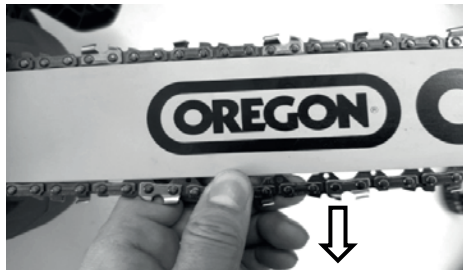

Рис. 7. Схема перевірки натягу ланцюга.
2. Візьміться рукою за нижню частину ланцюга та потягніть його вниз – направляючі ланки ланцюга не мають бути виведені за межі напрямної (рис. 7).